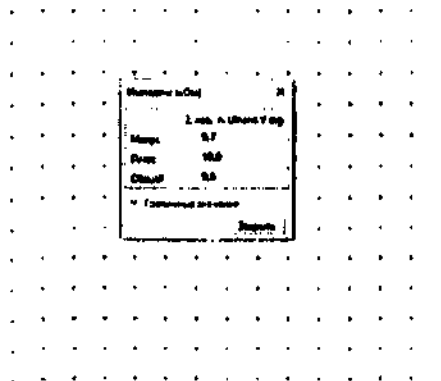

рис. 51 Измерение импеданса
4. После установки электродов проверьте качество их наложения. Для этого нажмите кнопку «Z» на функциональной клавиатуре. На экране появится окно измерения импеданса. Все индикаторы должны быть подсвечены зеленым (рис. 51).